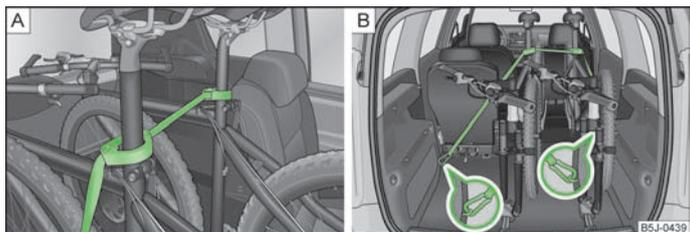

Fig. 54 Sécuriser les bicyclettes
- Placer le collier avec la partie en caoutchouc vers l'avant (dans le sens de la marche) le plus bas possible sur la tige de la selle et fermez le collier » fig. 54 - [A].
- Pour le transport de deux bicyclettes, tendez la sangle » fig. 54 - [A] entre des tiges des selles, écartant les bicyclettes l'une de l'autre.
- Accrochez les mousquetons aux extrémités des sangles dans les œillets d'arrimage à l'arrière des sièges arrière » fig. 54 - [B].